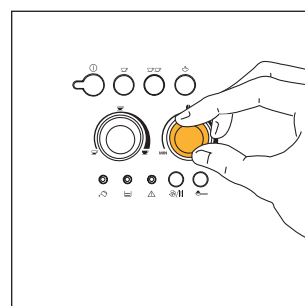
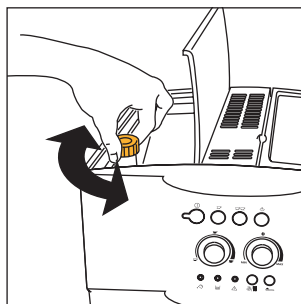

Fig.7
Fig. 17
- 2) Regule el mando derecho (fig.7) para configurar el gusto deseado del café. Cuanto más lo gire hacia la derecha, mayor será la cantidad de granos de café que la máquina molerá y, por consiguiente, el gusto del café será más fuerte. La primera vez que se use la cafetera habrá que hacer varios cafés hasta encontrar la posición correcta del mando. Procure no girar totalmente hacia la derecha el mando porque el café podría salir muy lentamente (a gotas), especialmente cuando se desean servir dos tazas de café.
NOTA 1 : si el café sale en gotas o no sale, hay que girar el regulador del molido (fig. 17) una posición hacia la derecha (véase § 6). Proceda moviéndolo a una posición por vez hasta obtener una erogación satisfactoria.
NOTA 2: si el café sale muy rápido y la crema no le satisface, gire un poco el regulador derecho (fig. 7) hacia la derecha. Haga varios cafés para determinar la posición correcta del regulador. No gire mucho hacia la derecha porque el café podría salir muy lentamente (a gotas), especialmente cuando se desean hacer dos tazas de café. Si después de algunos cafés no obtiene una crema que le satisfaga, gire también el regulador del molido (fig.17) una posición hacia la izquierda (véase § 6).
Para resolver este inconveniente es necesario regular el molido del molinillo girando el regulador (fig. 17) una posición hacia la izquierda (tal como descrito en el cap. 6).
De todas maneras, después de haber hecho los primeros cafés, si la erogación fuera muy rápida o muy lenta (a gotas) es necesario corregirla con el regulador del grado de molido (fig. 17). Girando el regulador una posición hacia la derecha (igual a una cifra), el café sale más rápidamente (sin gotas).